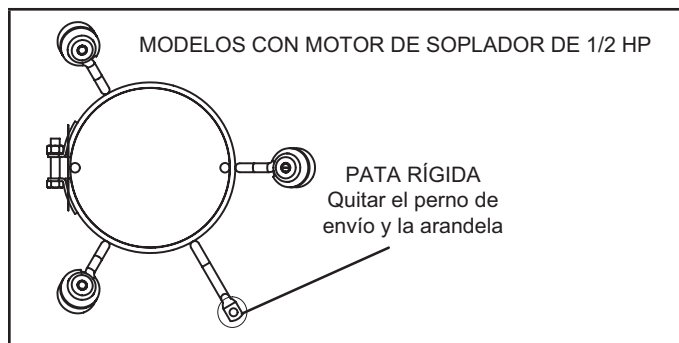

FIGURA 11
*NOTA: Las unidades con motores de soplador de 1/2 hp están equipadas con tres patas flexibles y una pata rígida. Ver FIGURA 11. La pata rígida está equipada con un perno de envío y una arandela plana de plástico blanca (en vez de la arandela de montaje de caucho utilizada con una pata de montaje flexible). Se debe quitar el perno y la arandela antes de poner el calefactor en funcionamiento. Después de haber quitado el perno y la arandela, la pata rígida no tocará el alojamiento del soplador.*